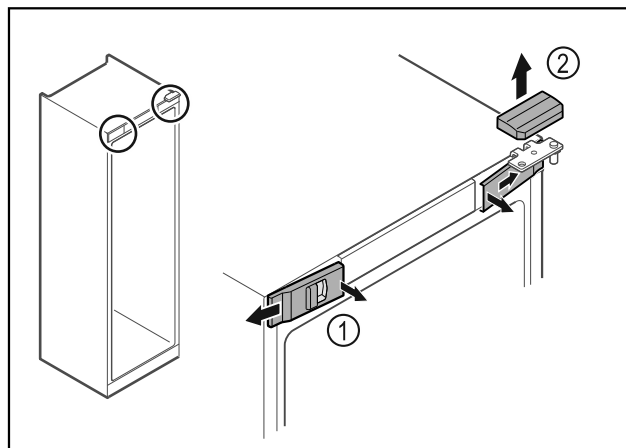

Fig. 9
- ▶ Откопчайте предните капаци Fig. 9 (1) отвътре и свалете настрана.
- ▶ Свалете горния капак Fig. 9 (2) нагоре.